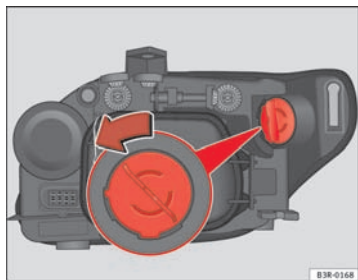

Fig. 207 Ampoule du clignotant
- Tournez le porte-ampoule dans le sens inverse des aiguilles d'une montre en le saisissant par la poignée ⇒ fig. 207. Retirez le support et l'ampoule.